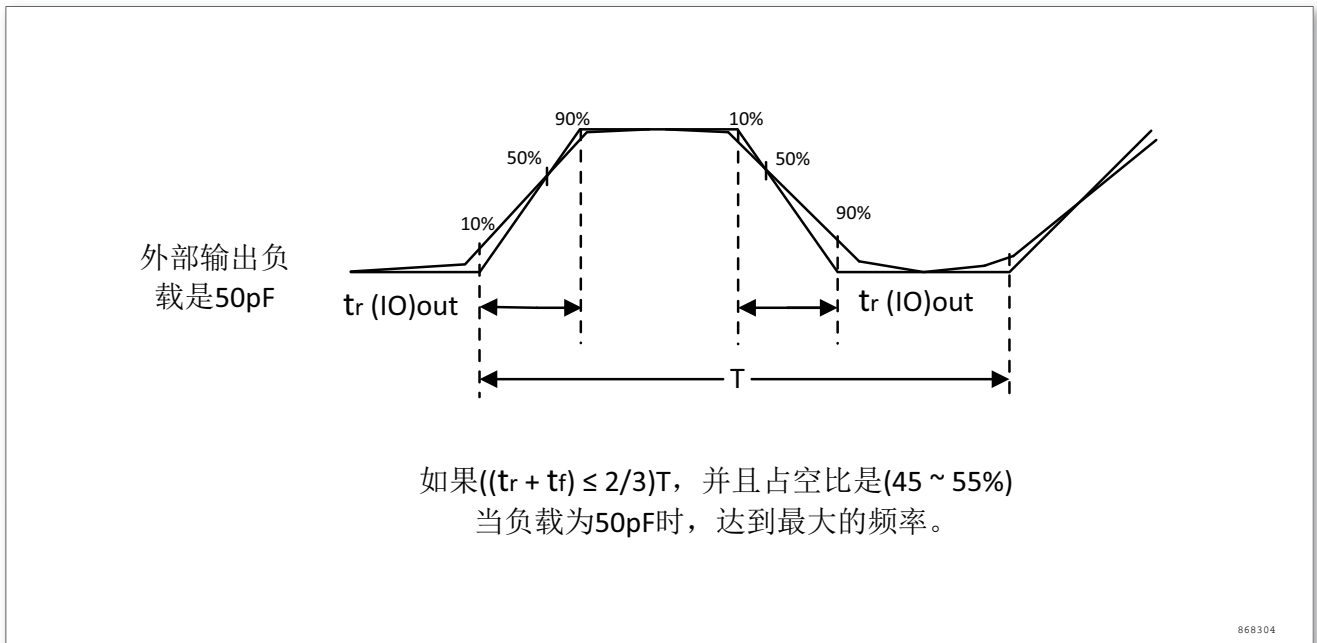

图 16. 输入输出交流特性定义
输入输出交流特性的定义和数值分别在图 16和表 30给出。
2. 最大频率在图 16中定义。